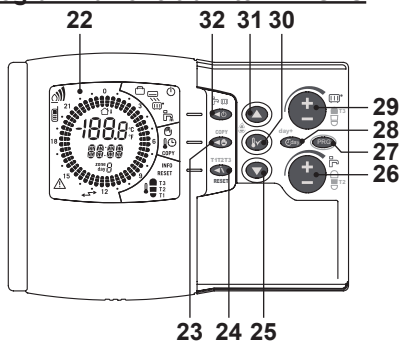
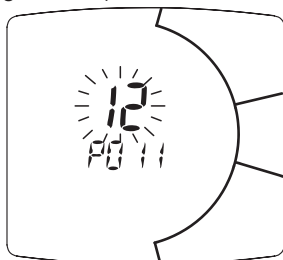

Figura 5.57
Figura 5.60
• Scorrere i vari parametri utilizzando il tasto 26 in Figura 5.57 fino a far apparire sul display LCD le lettere **P011** con sopra il relativo valore del parametro **12** che lampeggia, indicante l'entrata nel "parametro 11" (Figura 5.60).
• Modificare il SET programmato agendo sul pulsante 29 in Figura 5.57 fino a visualizzare un **set di 60**, aspettare che il numero programmato cominci a lampeg-